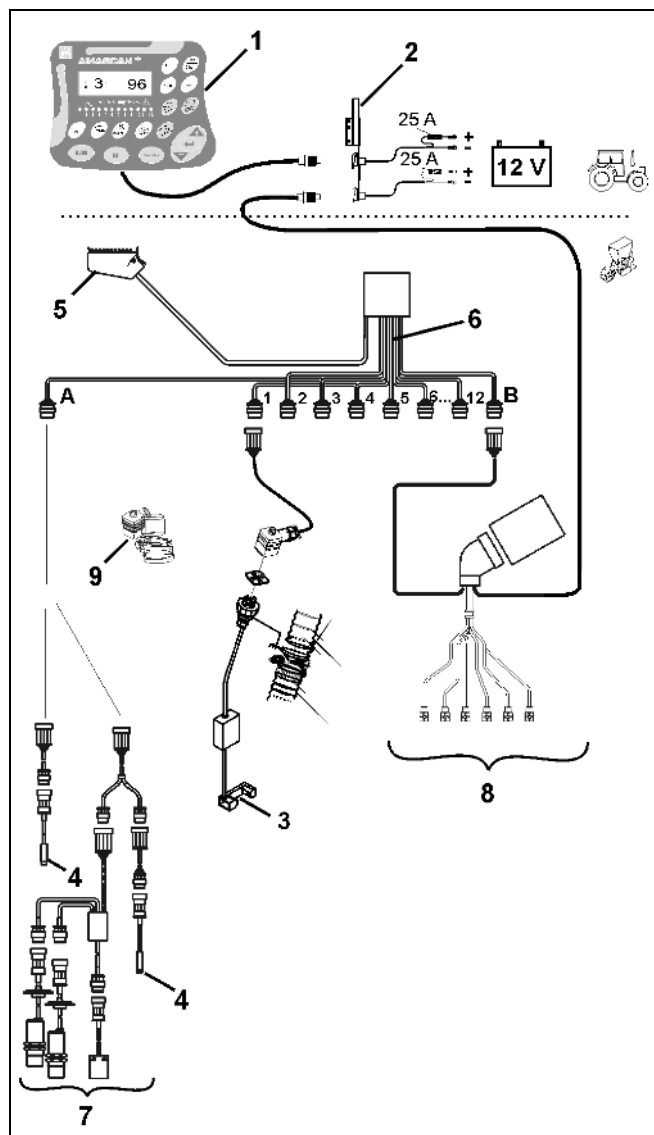

Fig. 3
- Zur Überwachung der Säaggregate erzeugt jedes einzelne Saatkorn einen Impuls, nachdem es die Vereinzelscheibe verlassen und den Optogeber (Fig. 3/3) (Infrarot-Lichtschranke) passiert hat.